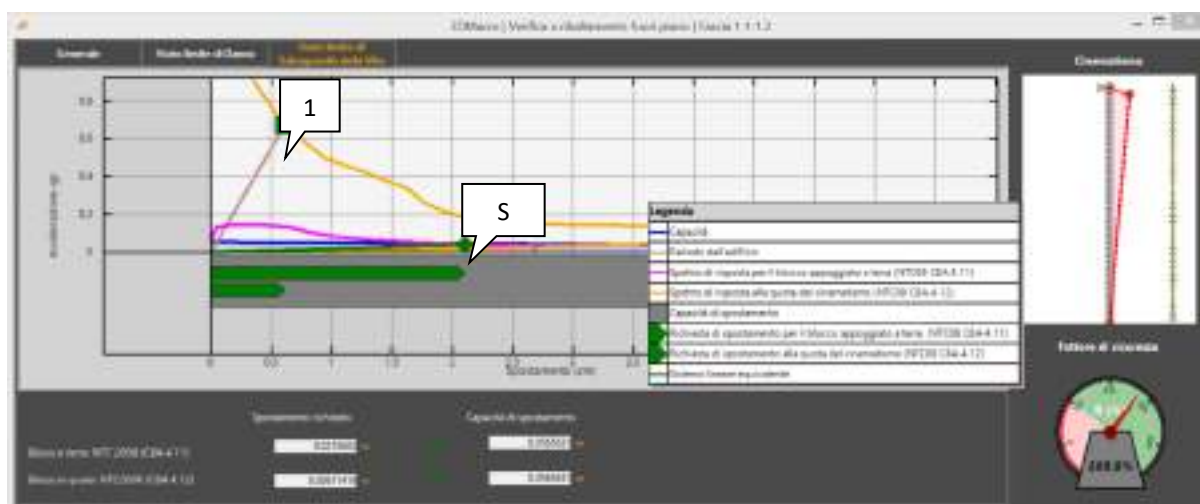

Figura 538. Finestra “Dettagli verifica”: scheda “stato limite di salvaguardia della vita”, analisi cinematica non lineare.
- **Le rette a periodo costante** associate rispettivamente ai periodi di vibrare pari a  $T=T_1$  (retta di colore rosa, in legenda indicata "Periodo dell'edificio", relativamente alla verifica C8A.4.11), pari a  $T=T_s$  (retta di colore verde, in legenda indicata "Sistema lineare equivalente"), dei sistemi equivalenti ad un grado di libertà. Tali rette, intersecando gli spettri di risposta descritti superiormente, individuano due punti nel grafico (punto 1 e punto S, cfr. Figura 538), a cui corrispondono rispettivamente gli spostamenti spettrali di richiesta  $D_1$  e  $D_s$ .